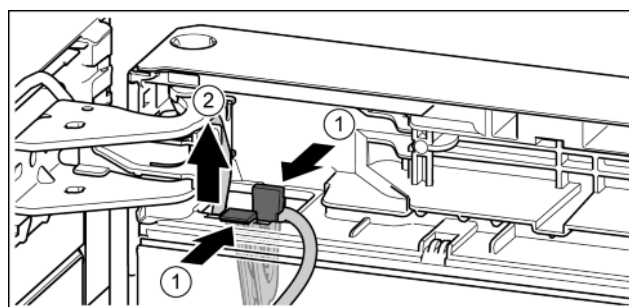

Fig. 19
- ▶ Tegen las drukken. *Fig. 19 (1)*
- ▶ Kabelhouder met de hieraan bevestigde kabel eruit trekken. *Fig. 19 (2)*